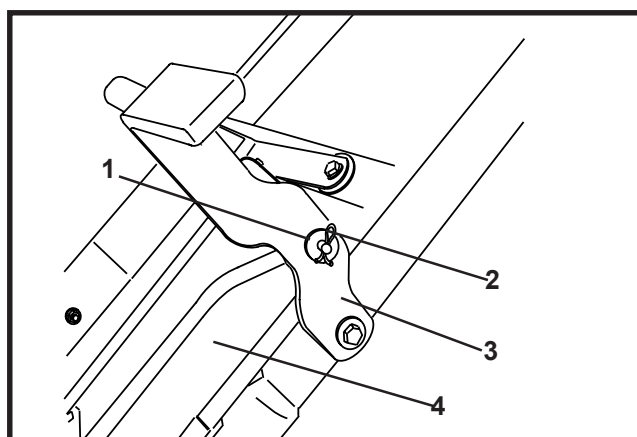

FIGURA 3
7. Fissare il gruppo asta del freno alla leva del freno sul gruppo impugnatura superiore. Vedere Figura 3.